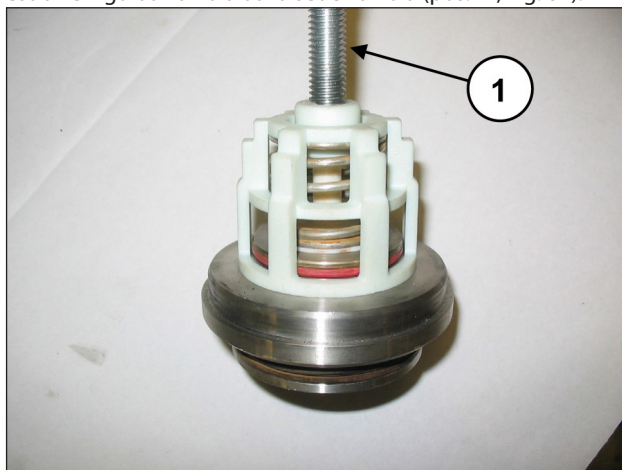

Fig. 87
Smontare i gruppi valvola di aspirazione e mandata avvitando una vite M10 in modo da premere sulla guida interna ed estrarre il guida valvola dalla sede valvola (pos. ①, Fig. 87).